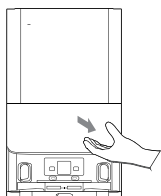

Abbildung 19
1. Öffnen Sie die Abdeckung der Ladestation. [Abbildung 19]]